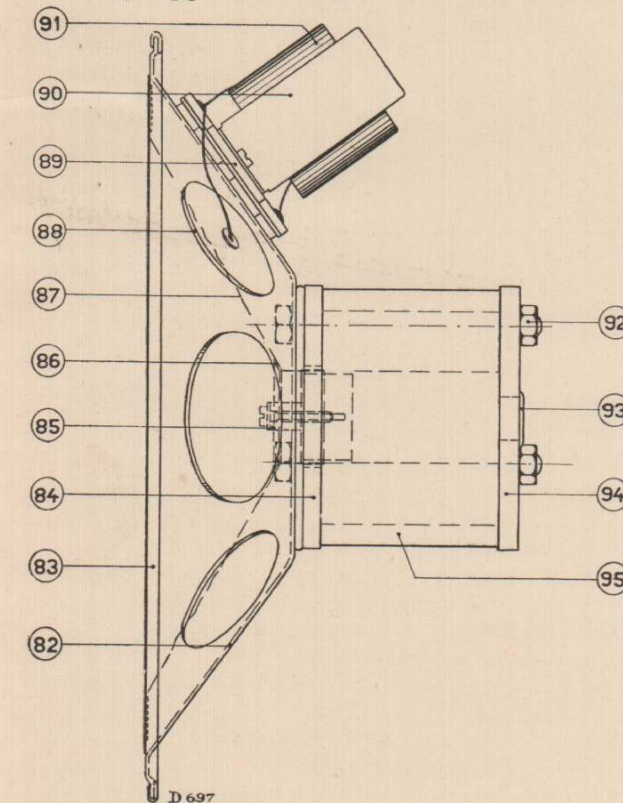

Fig. 8
- dat voor- en achterplaat, fig. 8 (pos. 84 en 94) in geen geval van de magneet getrokken worden, deze zou ook daardoor verzwakken. Voor uitwisseling van de ringvormige magneet (pos. 95) moet dus de geheele luidspreker naar Philips opgezonden worden.